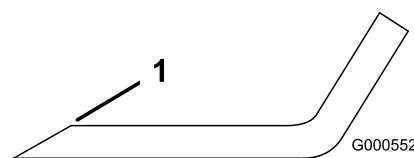

Figure 110
1. Au moyen d'une lime, aiguissez les tranchants aux deux extrémités de la lame (Figure 110).
Remarque: Si la lame est déséquilibrée, limez un peu l'extrémité de l'ailette seulement (Figure 110).